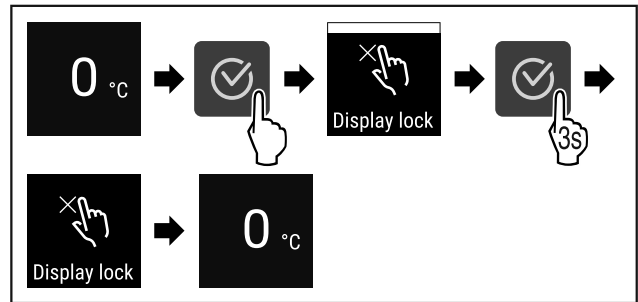

Fig. 78
- ▶ Изпълнете стъпките (виж Fig. 78).